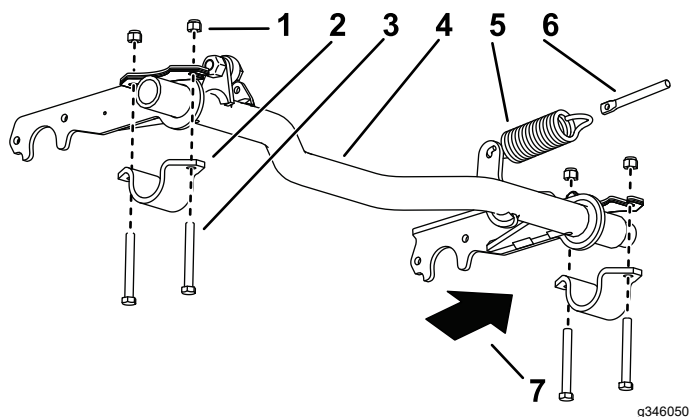

Рисунок 5
1. Подсоедините пружину растяжения к пружинному рычагу на шарнирной трубе и к штоку пружины (Рисунок 5).
2. Свободно установите кронштейн шарнирной трубы на правой стороне (Рисунок 5).
3. Вставьте правую сторону шарнирной трубы в правый кронштейн шарнирной трубы (Рисунок 5).
5. Поднимите левую сторону шарнирной трубы к раме и установите ее в кронштейн шарнирной трубы с помощью двух болтов 3/8 x 3 дюйма и двух контргайек (3/8 дюйма) (Рисунок 5).